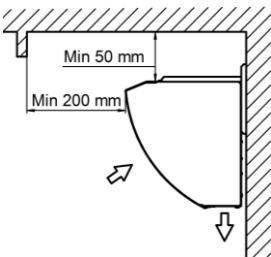

Рисунок 1 Відстань до оточуючих поверхонь
- строго витримуйте (не зменшуйте) вказані мінімальні відстані від корпусу завіси до найближчих оточуючих поверхонь (рисунок 1).
При установці суворо дотримуйтеся (не зменшуйте) вказані мінімальні відстані від корпусу до найближчих обмежуючих поверхонь (рисунок 1).
Рекомендації по установці завіси наведено на рисунках 1, 2 Додатку 1: на бетонну або цегельну стіну - Рисунок 1, на стелі – Рисунок 2.